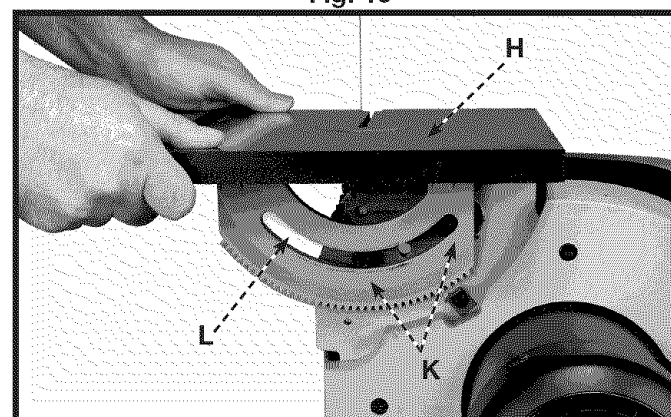

Fig. 11
3. Installer la table (H) fig. 11, sur le bâti de la scie à ruban de sorte que les vis d'arrêt (K) dépassent par la rainure du tourillon (L).